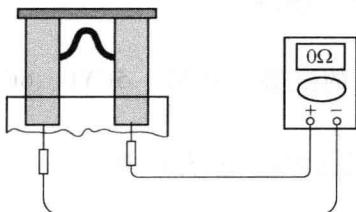

图 1-14 熔断器的检查
(1) 电路熔断器的检查 将万用表调整到电阻档, 检查熔断器是否断路, 如图 1-14 所示。显示 0Ω 时, 说明熔断器是好的; 显示 ∞ 时, 说明熔断器是坏的。